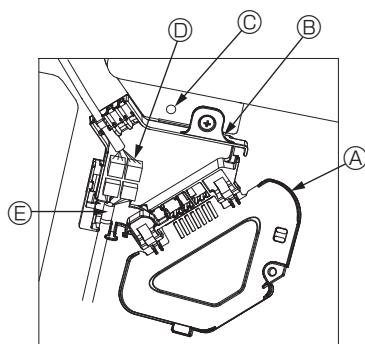

Fig. 5-9
- ① Avlägsna en skruv som håller anslutningsdosans lock, skjut locket i pilens riktning och öppna locket.
- ② Leta reda på kabeln för lamellmotorn för gallret i anslutningsdosan och kabeln för lamellmotorn och anslut dem. (Fig. 5-9)